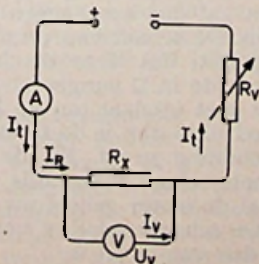

Fig. 4
1. Meting van kleine weerstanden (fig. 4)